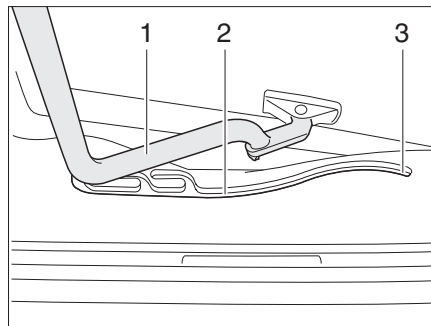

Bild 26 Kipp-Dachhaube, Führung
- Den Bügel (Bild 26,1) in den Führungen (Bild 26,2) bis in die hinterste Position (Bild 26,3) ziehen.
- Den Bügel (Bild 26,1) mit beiden Händen leicht nach oben drücken.
- Den Bügel in den Führungen (Bild 26,2) bis zur gewünschten Stellung ziehen.